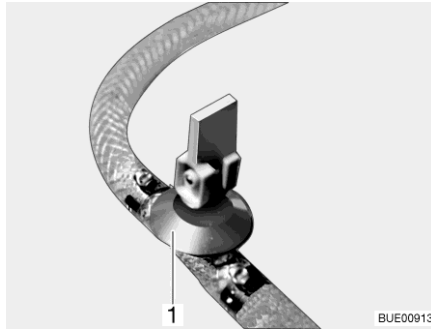
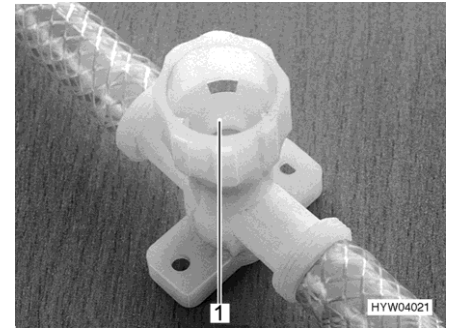

Fig. 267 Rubinetto di scarico (con leva a bilanciere)
Fig. 268 Rubinetto di scarico (con tappo a vite)
- Aprire tutti i rubinetti di scarico. Mettere la leva a bilanciere del rubinetto di scarico (Fig. 267,1) in posizione verticale o chiudere il coperchio del rubinetto di scarico (Fig. 268,1) in senso antiorario.